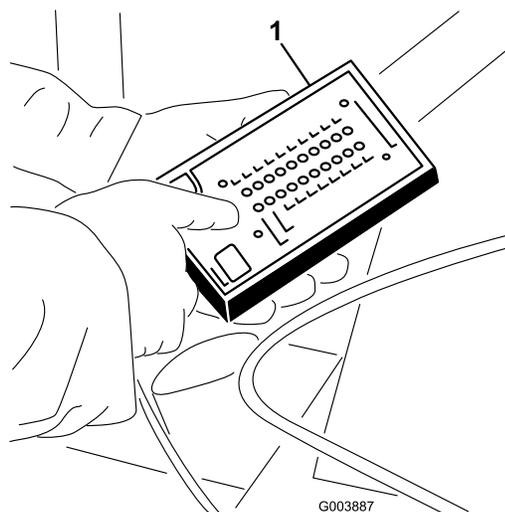

図 39
5. ハーネスのコネクタ（図 39）に ACE テスターを接続する。